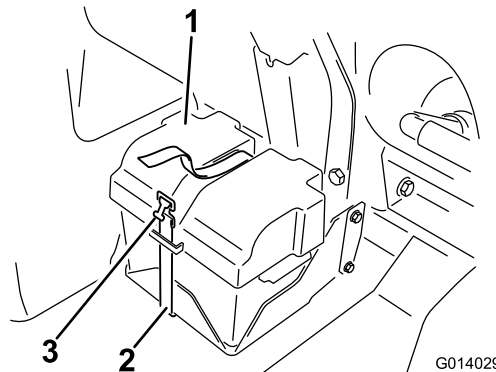

Figure 16
3. Déposez le couvercle de la batterie (Figure 16) et débranchez le câble négatif de la batterie.
- Fixez le couvercle au compartiment de la batterie (Figure 16) avec la barrette.